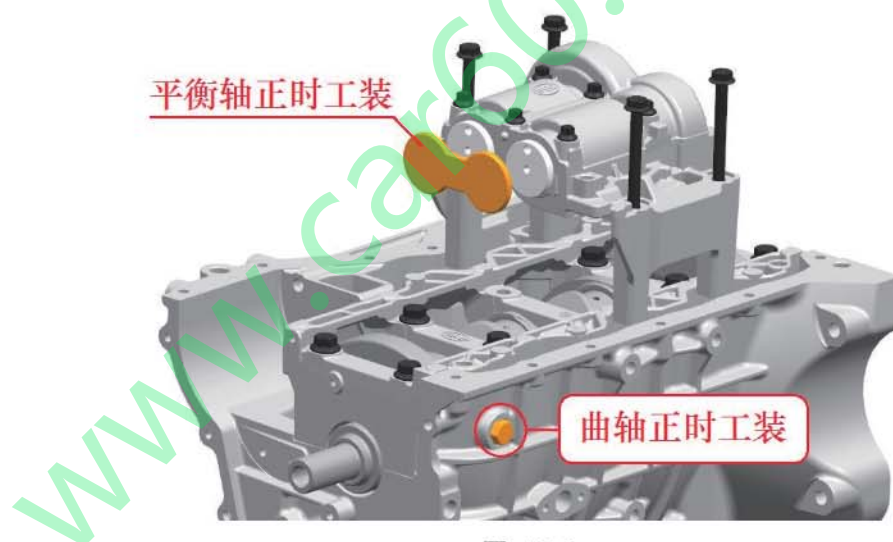

图 13.8
- 10、使用曲轴正时工装（见附表 A），将曲轴定位到正时位置。使用平衡轴正时工装（见附表 A），将平衡轴机构部件定位到正时位置，如图 13.8。